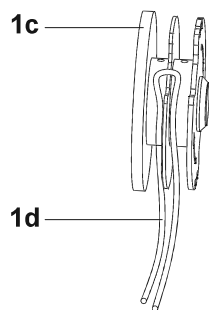

Fig. 58
5. Dobre o fio do aparador (1d) para trás e passe o laço pela ranhura da bobine do aparador (1c) e penda-o em gancho (Fig. 58).